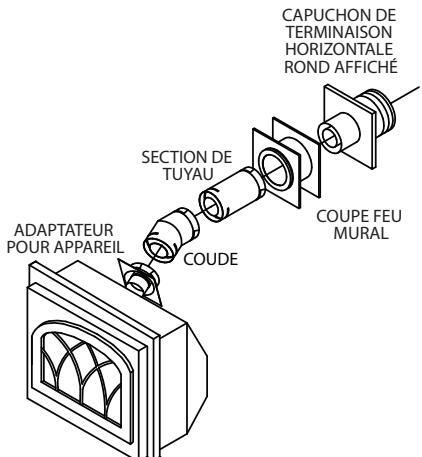

Figure 1
- Terminaison horizontale (**Fig. 1 et 2**)